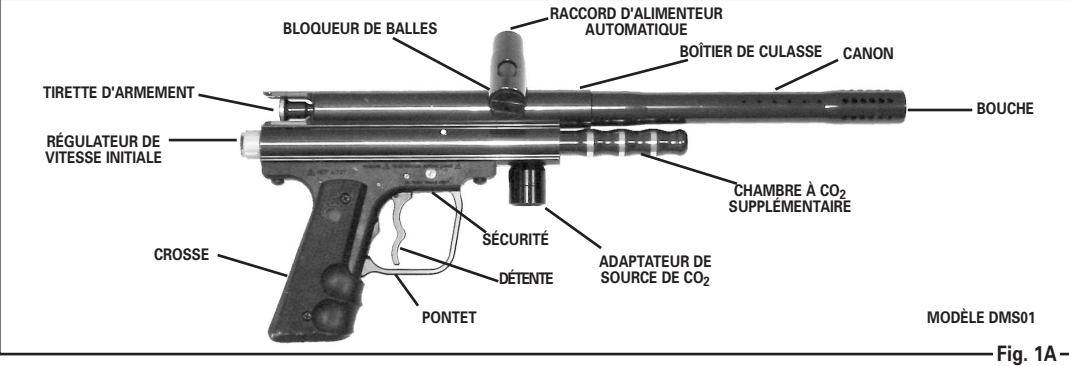

Fig. 1A
Apprendre le nom des composants (fig. 1A, 1B et 1C) de ce nouveau pistolet à balles de peinture facilitera la compréhension du présent manuel. On retirera ainsi davantage de plaisir de l'arme.
- Visser la source de CO₂ à l'ADAPTATEUR DE SOURCE DE CO₂ (fig. 1A à 1C).